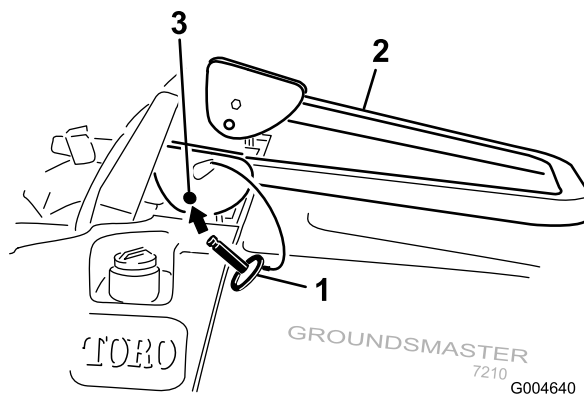

Рисунок 11
2. Опустите защитную дугу в нижнее положение (Рисунок 11).